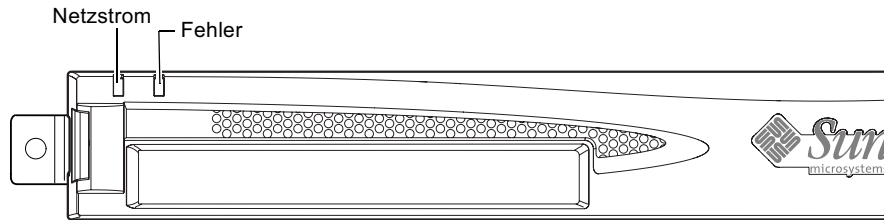

ABBILDUNG 10-7 Netzstrom-LED und Fehler-LED auf der Vorderseite
- **Netzstrom-LED** (siehe ABBILDUNG 10-7)
- **Fehler-LED** (siehe ABBILDUNG 10-7)